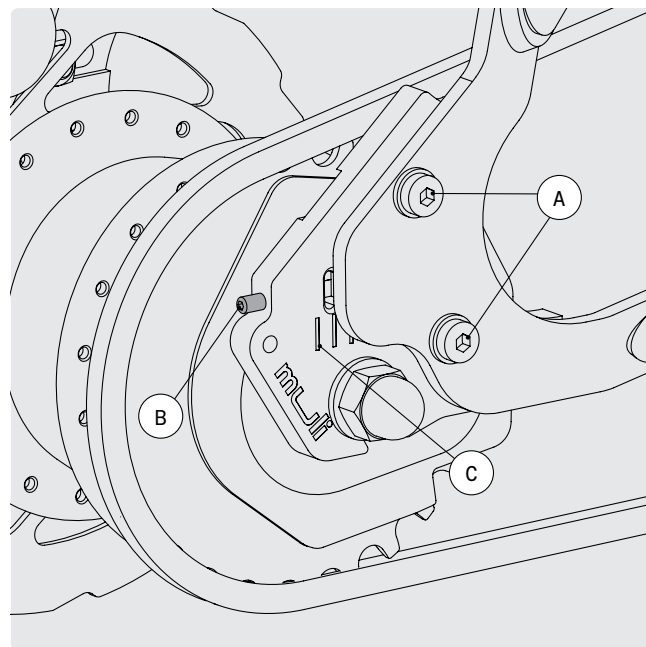

FIG. 45
Hay dos marcas amarillas en el buje de la rueda trasera (fig. 45). Estas dos marcas deben estar exactamente opuestas en cuarta y sexta marcha (fig. 43).
- 1 Afloje los dos tornillos Allen M6 A situados en el soporte del extremo en horquilla usando una llave hexagonal de 5 mm (fig. 45).